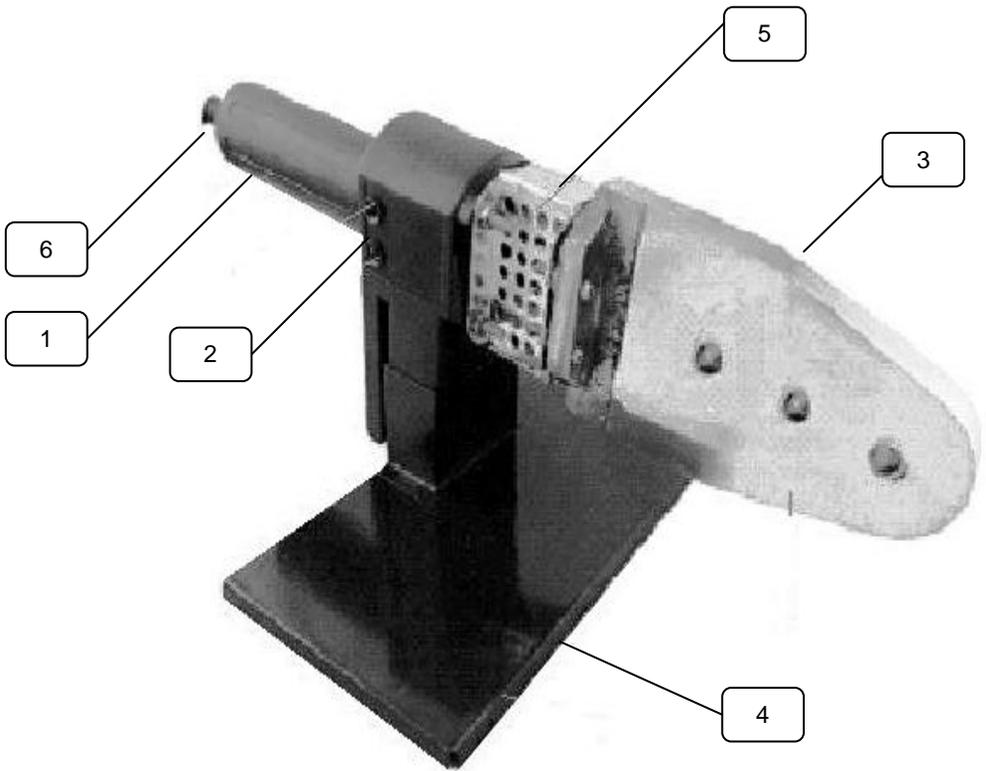

Рис.1
ОПИСАНИЕ ОБОРУДОВАНИЯ (Рис.1)
2) Зафиксируйте насадки соответствующего диаметра на нагревательную пластину (3, рис.1). На нагревательную пластину могут быть установлены одновременно 3 насадки.
3) Подключите аппарат для сварки труб к сети 220В/50Гц. При этом загорится красная индикаторная лампочка (2, рис.1), которая показывает, что сварочное устройство нагревается.
4) Подождите около 15 минут, пока температура не достигнет заданного показателя, и прогреется нагревательная пластина: 7 минут для достижения 260° и 8 минут, чтобы температура стабилизировалась. Если лампочка автоматически погаснет (2, рис..1), то это говорит о том, что устройство нагрето и готово к работе. Через некоторое время лампочка опять загорится. Это говорит о том, что устройство вошло в режим контроля и поддержания температуры.
По окончании работы выключите сварочный аппарат отсоединив вилку соединительного шнура (6, рис.1) от сети и дайте остыть сварочному аппарату. После остывания сварочного аппарата отсоедините с нагревательного элемента (3, рис.1) сменные насадки. Очистите сменные насадки от наплавленного полимерного материала.